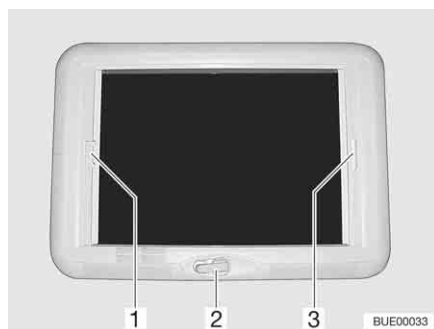

Bild 88 Vevmanövrerad taklucka
Öppna: ■ Vrid på handveven (Bild 88,2) tills ett motstånd känns.
Stänga: ■ Drag i plisségardinens handtag (Bild 88,3) och släpp i önskad position. Plisségardinen stannar i denna position.
- Drag, med handtaget (Bild 88,1), insektsskyddet till plisségardinens handtag (Bild 88,3) på den motsatta sidan, där det hakas i.
- Tryck insektsskyddet handtag (Bild 88,1) bakåt, uppåt och haka av insektsskyddet från plisségardin (Bild 88,3).